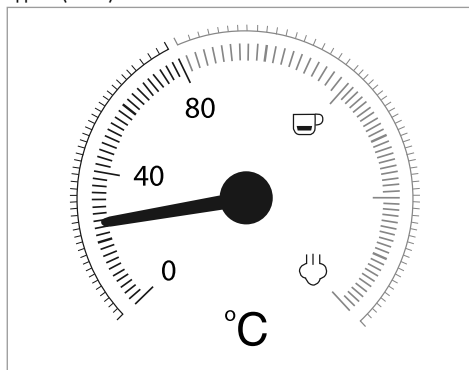

Bild 1
Temperaturvisaren (2) visar vilken temperatur produkten värmts upp till (bild 1).